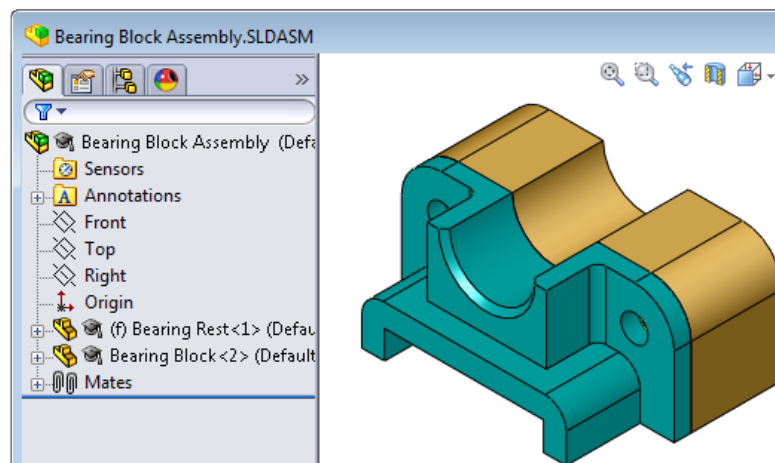

Рис.44
1. Відкрити розроблені моделі деталей, що входять до збірки «опора підшипника» і «корпус підшипника», які створено раніше. Ці деталі необхідно поєднати болтами (рис. 44).